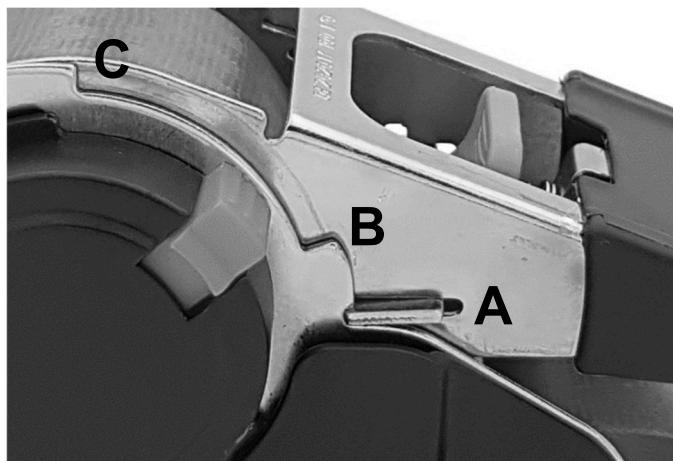

Abbildung 2: Ratsche Detailansicht
Sperrhebel (1) ziehen und Ratschenhebel (2) in Position „A“ (siehe Abbildung 2) bringen. Losende (3) des Zurrurtes auf die gewünschte Länge ausziehen, Haken an einem geeigneten Einhängepunkt befestigen. Zum Spannen des Gurtes den Ratschenhebel (2) zwischen Position „B“ und Position „C“ hin/her bewegen. Wenn der Automatik-Zurrzug korrekt gespannt ist, den Ratschenhebel (2) in Position „B“ bringen.
Sperrhebel (1) ziehen und Ratschenhebel (2) in Position „A“ (siehe Abbildung 2) bringen. Haken des Losendes (3) vom Eihängepunkt lösen. Bremsknopf (4) für automatisches Aufrollen des Gurtes betätigen.